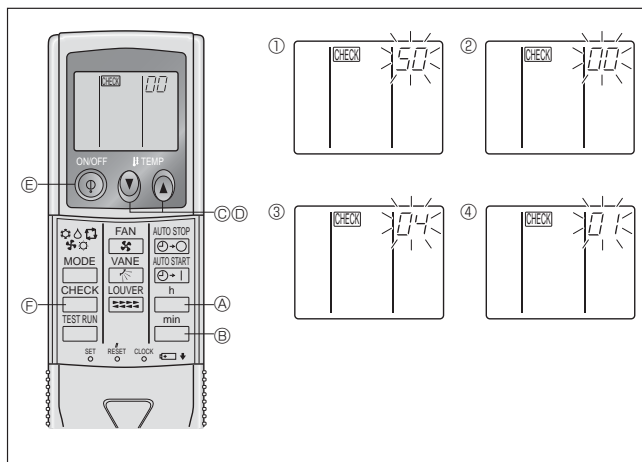

Fig. 6-10
2) Für die drahtlose Fernbedienung (Fig. 6-10)